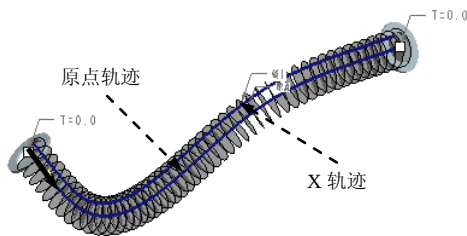
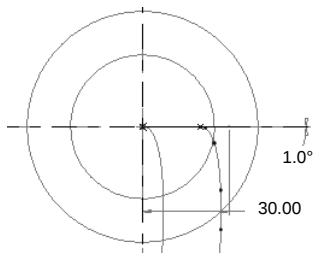
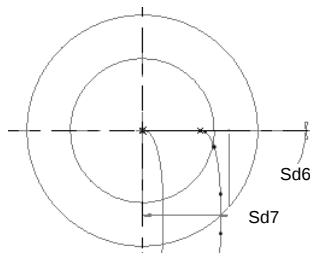

图 6.10.10 定义可变截面扫描轨迹
图 6.10.11 截面草图
图 6.10.12 切换到符号状态
(1) 选择下拉菜单 **插入(I)** $\rightarrow$ **可变截面扫描(V)...** 命令, 在系统弹出的“可变截面扫描”操控板中, 确认“曲面”类型按钮  被按下。
(2) 在操控板中单击 **选项** 按钮, 在系统弹出的界面中选中 **可变截面** 单选项。
(3) 按住 Ctrl 键, 选取图 6.10.10 中的两条基准曲线作为原点轨迹和 X 轨迹; 在操控板中单击 **参照** 按钮, 在 **剖面控制** 下拉列表框中选择 **垂直于轨迹** 选项。
(4) 创建可变截面扫描特征的截面。
① 在操控板中单击“草绘”按钮，进入草绘环境后，绘制图 6.10.11 所示的可变截面扫描曲面的截面（截面草图为长 30.00 的直线段，与水平基准线夹角为 1.0°）。
② 定义关系。选择下拉菜单 **工具(T)** → **关系(R)...** 命令，在系统弹出的“关系”对话框中的编辑区输入关系： $sd6=trajpar*360*50$ ，参见图 6.10.11、图 6.10.12 所示。
③ 完成后，单击“完成”按钮。